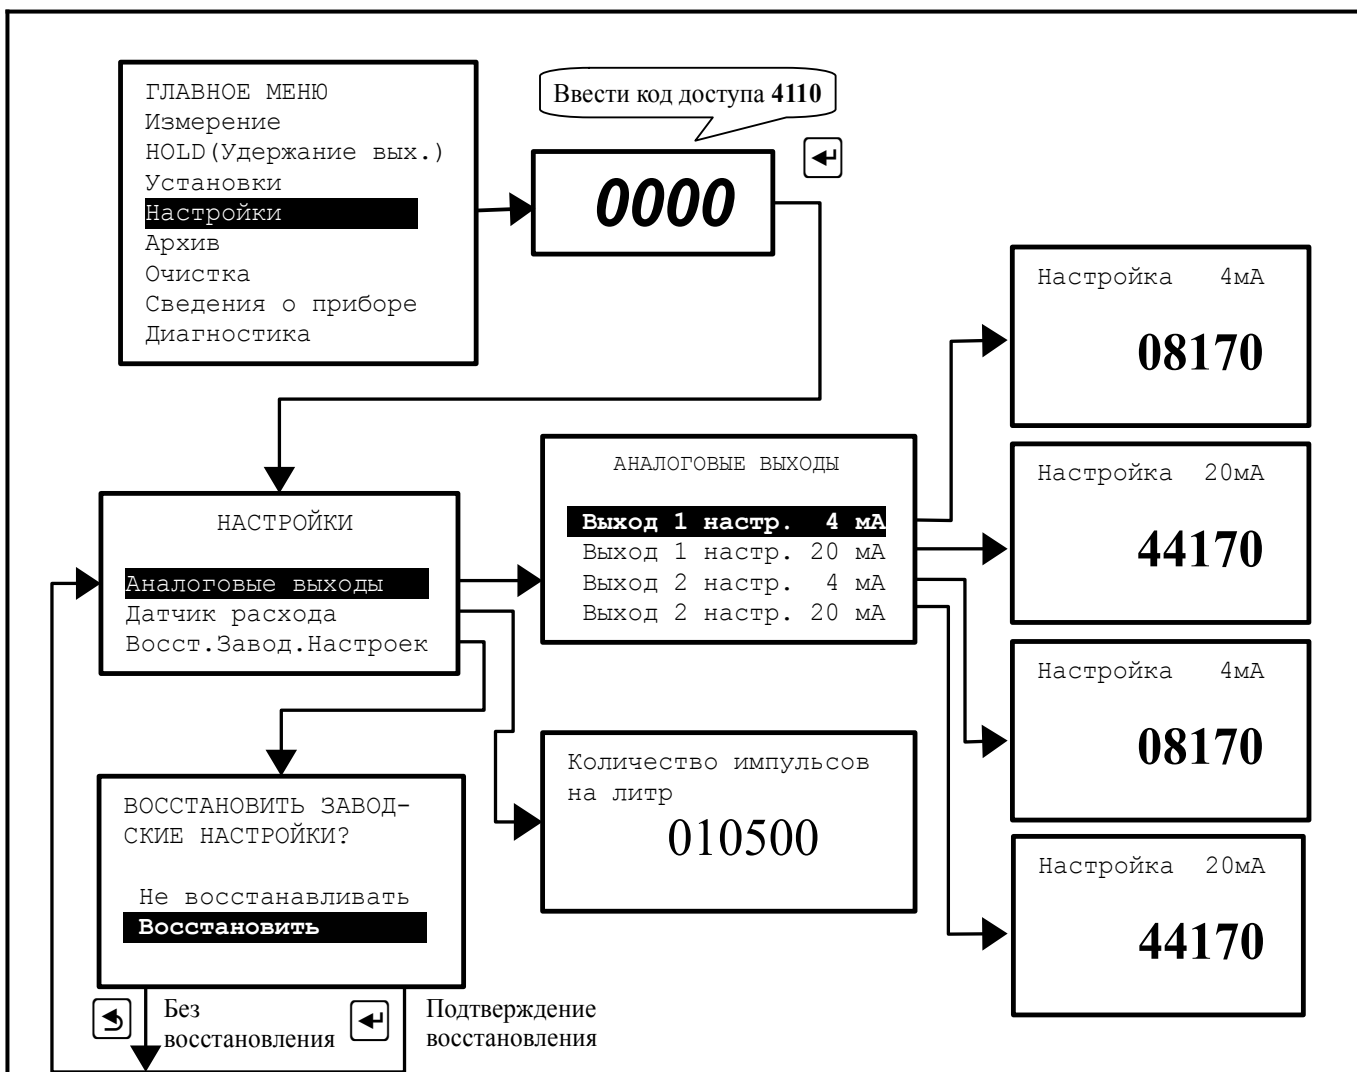

Рисунок 18 - Меню «НАСТРОЙКИ»
3.3.5.1 Вход в это меню защищён паролем, поскольку в нём возможно изменение метрологических настроек рН-метра. Для входа в меню необходимо ввести код доступа «4110», выбрать действие и подтвердить кнопкой  (Рисунок 18).
3.3.5.2 В этом меню в случае отклонения метрологических характеристик рН-метра по выходному току могут быть подстроены аналоговые выходные сигналы. Для этого каждый аналоговый выход ИП должен быть подключен к миллиамперметру. Для каждого выхода должны быть настроены значения токов 4 мА и 20 мА. Процедура настройки изображена на Рисунок 18.